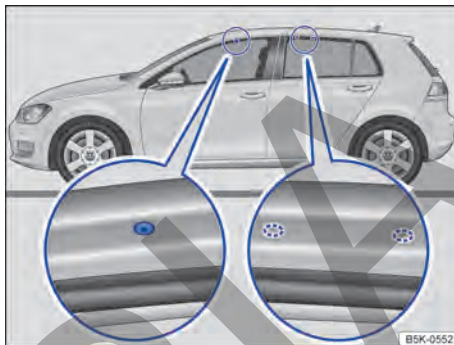

Fig. 154 Puntos de fijación para los soportes básicos.
Los orificios para fijar el soporte básico delantero se encuentran en la parte inferior de los largueros del techo y van cerrados con tornillos de plástico → fig. 154 (imagen ampliada izquierda) que hay que desenroscar antes de comenzar con el montaje.
Las marcas para fijar el soporte básico trasero se encuentran en la parte inferior de los largueros del techo → fig. 154 (imagen ampliada derecha).
- Monte los soportes básicos únicamente en los orificios y las marcas que aparecen señalados en la ilustración → fig. 154.